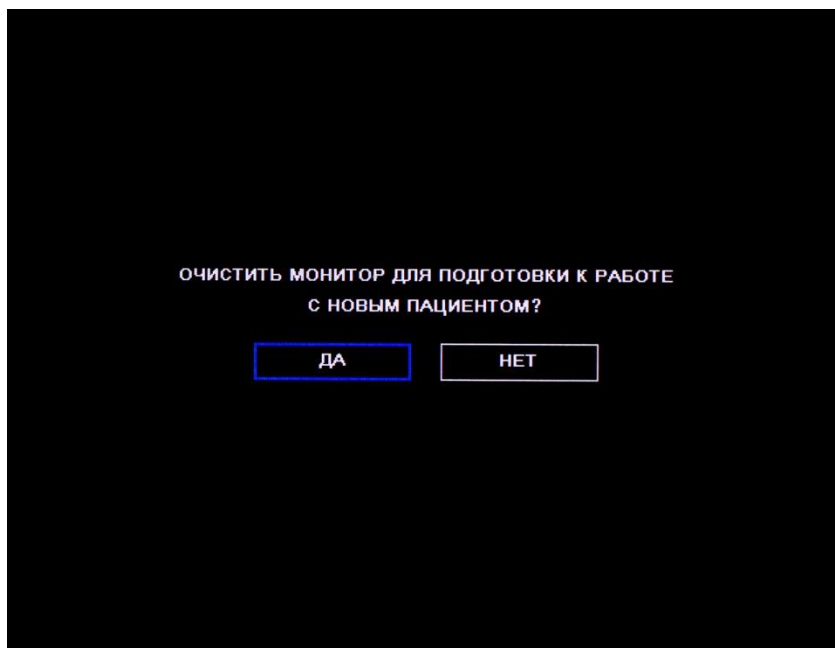

Рис. 34 – Сообщение памяти динамики
4. При выключении питания устройства появится сообщение, предлагающее очистить память динамики для того, чтобы начать работу с новым пациентом, не сохраняя в памяти динамики данные о предыдущем пациенте. Этот экран изображен на Рис. 34 – Сообщение памяти динамики, ниже. Нажмите **ДА**, чтобы очистить память динамики. Однако если Вы предполагаете продолжить мониторинг того же пациента, что и ранее, вы можете сохранить данные динамики. В этом случае нажмите **НЕТ**. Если Вы зарегистрировали данные пациента как часть истории болезни, память динамики всегда будет очищаться при закрытии истории болезни.